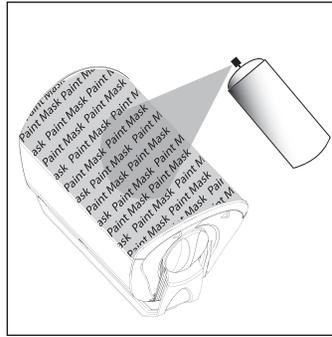

FIGURA 8: Dopo la mano di fondo, applicare due strati di vernice di finitura.
2. Applicare la vernice di finitura solo dopo che lo strato di fondo si è asciugato completamente [Figura 8].